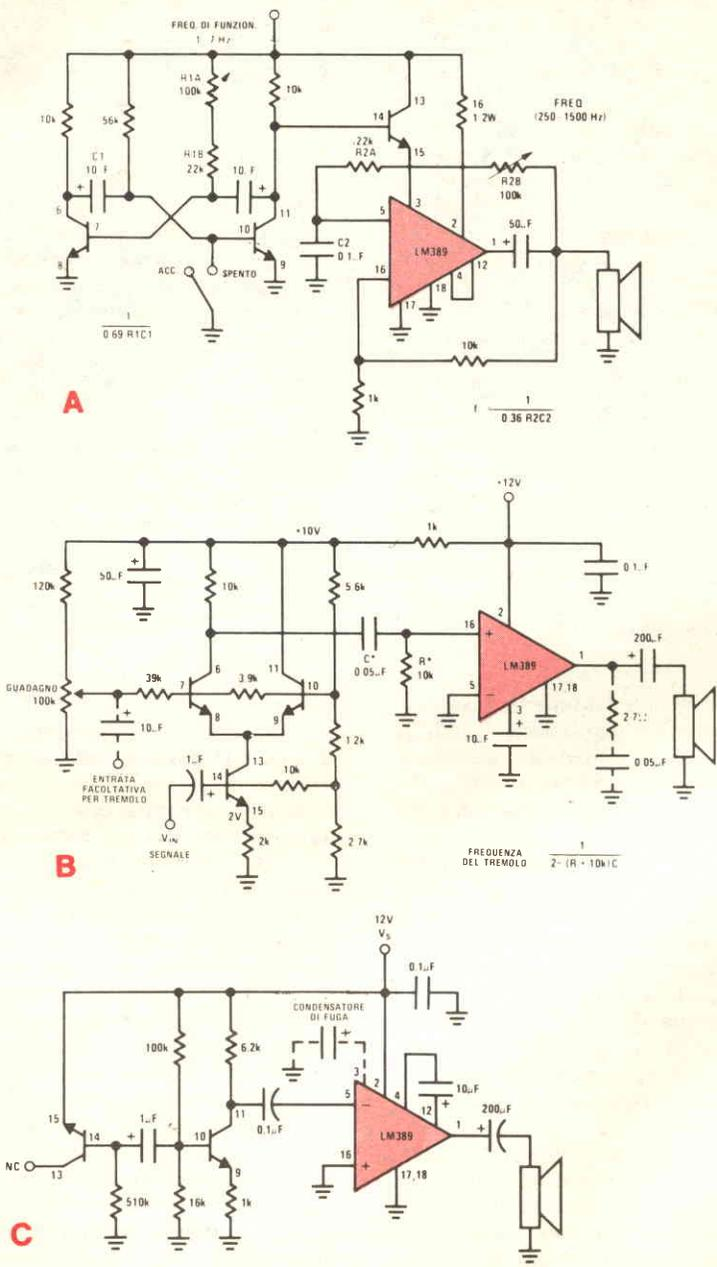

Fig. 4 - Tra le possibili applicazioni per l'LM389 vi sono: un circuito di sirena (a); un amplificatore
*Fig. 4 - Uno tra i più recenti lavori di ricerca della JVC ha permesso di fornire una rappresentazione grafica della propagazione dei fronti d'onda di un altoparlante. In questi due disegni sono messi a confronto un tweeter a calotta rigida (in alto) ed un tweeter a calotta cedevole.*
La semplice esistenza di tutte queste attrezzature non è di per sé sufficiente a dare buoni risultati: quello che conta è che la JVC ne sa fare un ottimo uso. Questa casa è attualmente impegnata in uno studio approfondito sulla propagazione delle onde acustiche, che ha tra l'altro portato alle stupefacenti rappresentazioni grafiche della propagazione dei fronti d'onda di un altoparlante (fig. 4); questo lavoro è stato presentato all'ultimo congresso della "Audio Engineering Society" tenutosi qualche tempo fa a New York. La JVC ha anche condotto studi sulle registrazioni "binaurali", registrazioni destinate ad essere ascoltate esclusivamente attraverso una cuffia. Un disco binaurale realizzato da questa ditta ha stupito per il suo realismo quasi perfetto; infatti, anche se in precedenza si erano ascoltate registrazioni binaurali, e tutte avevano più o meno colpito, quest'ultima aveva veramente qualcosa di più di tutte le altre, e dava sensazioni mai avvertite prima.
Scelti per dimostrare la grande versatilità dell'LM389, i circuiti della *fig. 4* comprendono una sirena elettronica (*fig. 4-a*), un amplificatore controllato dalla tensione o un circuito "tremolo" adatto per l'uso in strumenti musicali elettronici (*fig. 4-b*) e un generatore di rumore con potenziali applicazioni in prove sperimentali e in lavori di ricerca (*fig. 4-c*). Tutti i tre progetti hanno uscite in altoparlante e utilizzano i transistori liberi e l'amplificatore del circuito integrato; invece il circuito della *fig. 4-c* (generatore di rumore) utilizza soltanto due dei tre transistori disponibili.